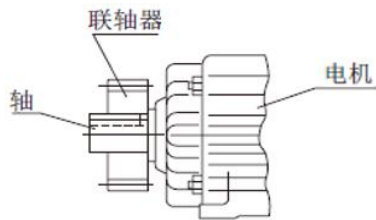

图5-2
- 链轮及齿轮在轴上的载荷作用点应尽可能靠近负载侧端盖（从轴中央开始，参考图5-2）。